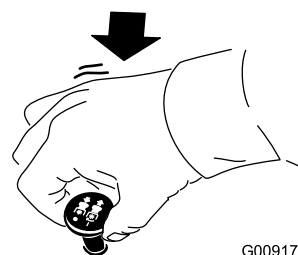

Figura 15
1. Desengrane las cuchillas moviendo el mando de control de las cuchillas a la posición de DESENGRANADO (Figura 15).